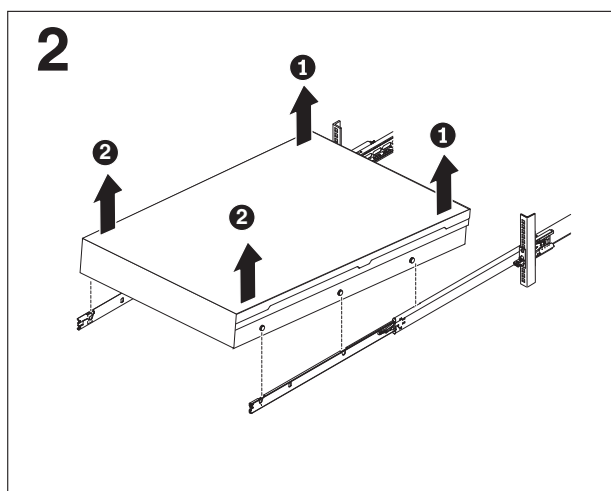

図 46. サーバーを持ち上げてスライド・レールから外す
6. 図 46に示すように、前部のくぎの頭がラッチから外れたら、サーバーの後部を持ち上げて **1**、サーバーを水平にします。